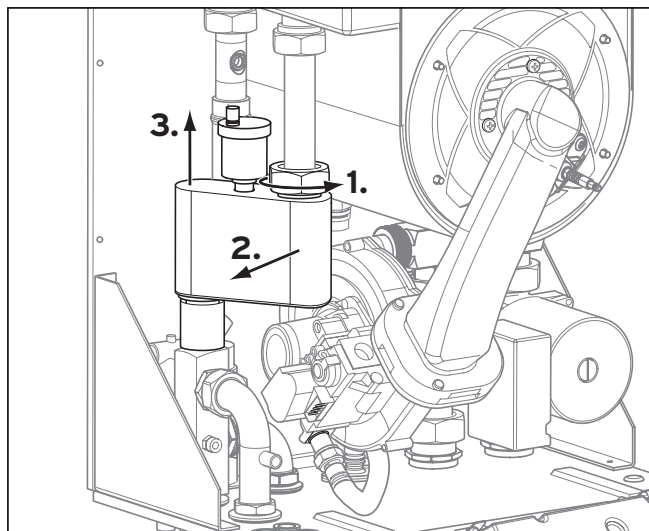

Fig. 7.7 Pulizia della camera d'aria
- Smontare la camera d'aria come indicato alla fig. 7.7 e risciacquarla con acqua calda.